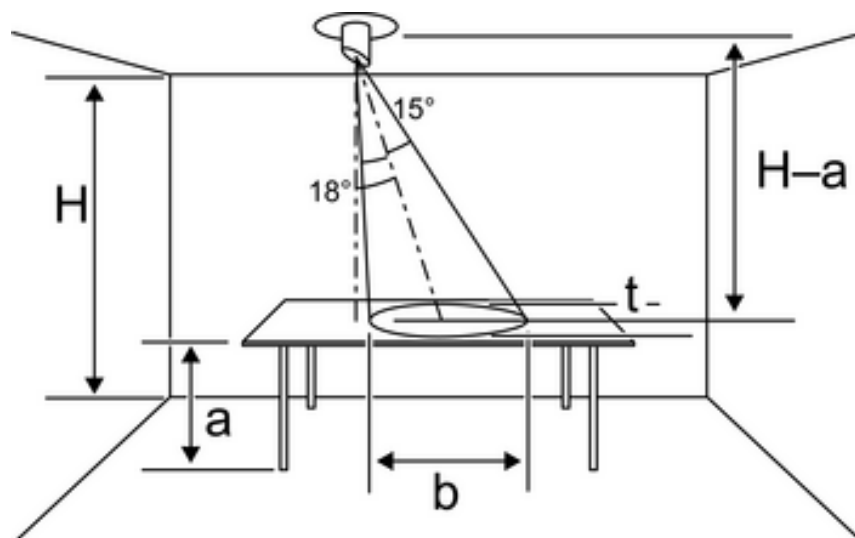

Figure 4: Tube de conduction de la lumière à détection oblique
- Si le montage ne peut être effectué droit au dessus de la surface de travail, monter le régulateur de luminosité en le décalant sur le côté (figure 4). Le cône de détection se trouve donc décalé par rapport à la surface à mesurer.
Le régulateur est décalé par rapport à la surface de travail (figure 4).
- Insérer le tube de conduction de la lumière à détection oblique (7) env. à 10 mm dans l'ouverture du capteur (8).
- Diriger le tube de conduction de la lumière (7) de manière à ce que le côté allongé du tube de conduction de la lumière pointe vers la surface de travail à mesurer (figure 4).